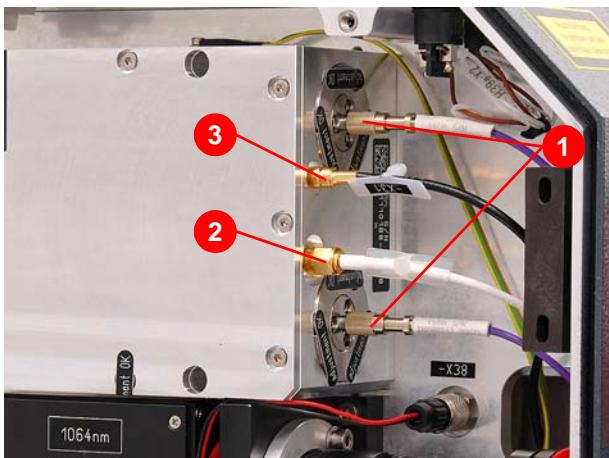

Abbildung 7.40 Resonatormodul anschließen
17. Staubschutzkappe(n) vom Resonatormodul und der/den Glasfaserleitung(en) entfernen und Glasfaser(n) anschließen (1) (Abbildung 7.40).